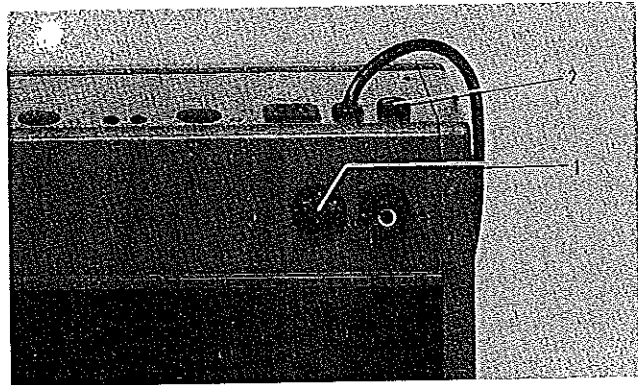

Bild 4 Netzspannungswähler (1) und Netzsicherung (2)
Sollte eine Umstellung erforderlich sein, ist mit einem Werkzeug (Schraubendreher oder Münze) der Netzspannungswähler (1) an der Unterseite des Gerätes auf die gewünschte Spannung zu stellen. Außerdem ist bei einer Umstellung des Netzspannungswählers unbedingt auch die Sicherung (2) zu wechseln (Bild 4).